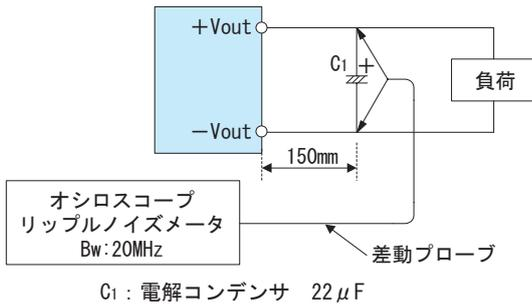

図3.1 出力リップル・リップルノイズ測定方法
■測定環境によって出力リップルノイズに影響を及ぼす場合がありますので、図3.1に示す測定方法を推奨します。